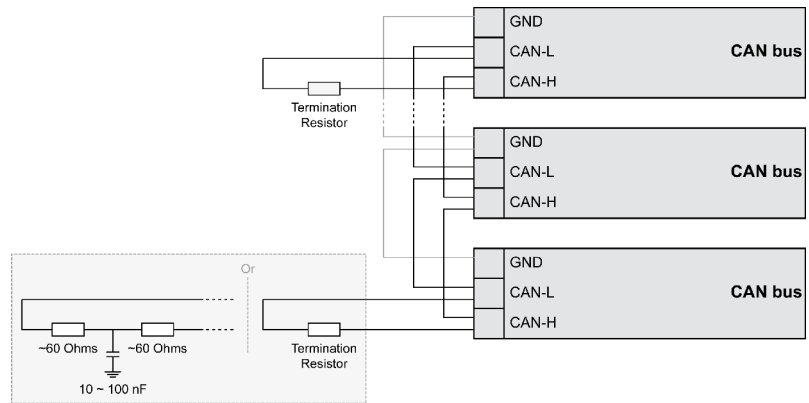

Abb. 43: CAN-Bus - Abschlusswiderstand
- Teilen Sie den Abschlusswiderstand in 2 x 60 Ohm. Die Mittelanzapfung muss über einen Kondensator von 10 bis 100 nF mit der Erde verbunden werden (Abb. 43).